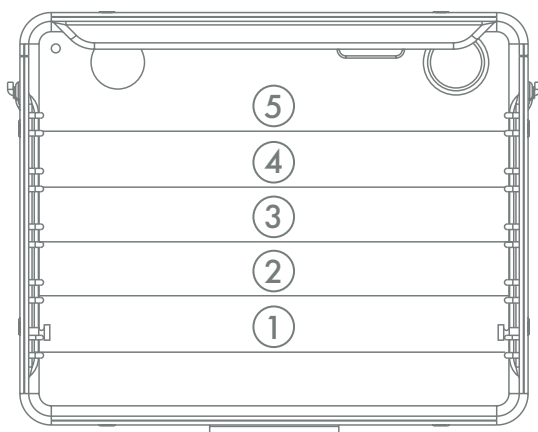

fig. 07.
- Los niveles correspondientes se señalan en la fig.07.